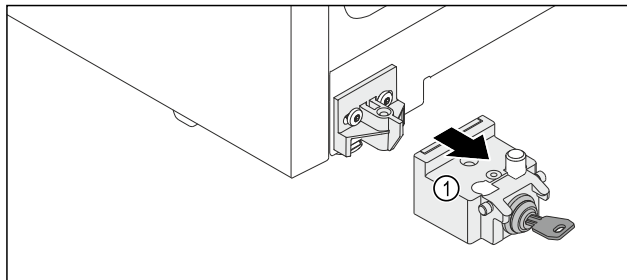

Fig. 11
- ▶ Извлеките запирающий механизм Fig. 11 (1) движением вперед.